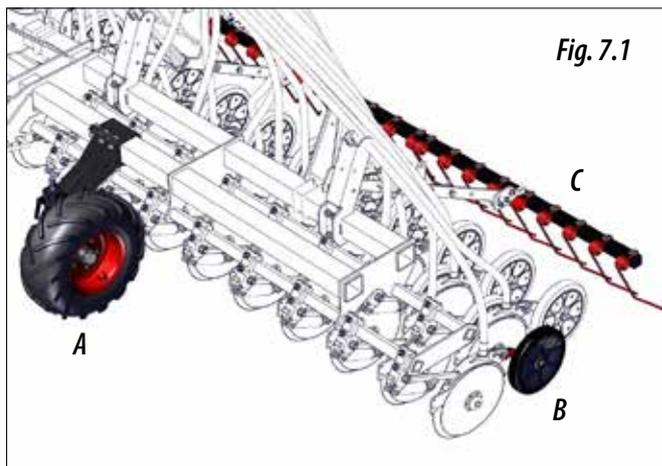

Fig. 7.1
- **LAS RUEDAS DE CONTROL DE PROFUNDIDAD DEL EQUIPO DE SIEMBRA.** Este componente controla la profundidad de siembra de todo el equipo (A, Fig. 7.1).
- **LAS RUEDAS DE CONTROL DE PROFUNDIDAD DE LOS BRAZOS DE SIEMBRA.** Este elemento controla la profundidad de siembra de cada brazo individualmente (B, Fig. 7.1).
- **LA RASTRA.** Esta parte es la encargada de cerrar el surco y cubrir correctamente la semilla (C, Fig. 7.1).